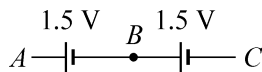

图 2-3-11
2. 在图 2-3-11 中, (1) 以 B 点为参考点, 求 A 、 C 两点的电位及两点间的电压。